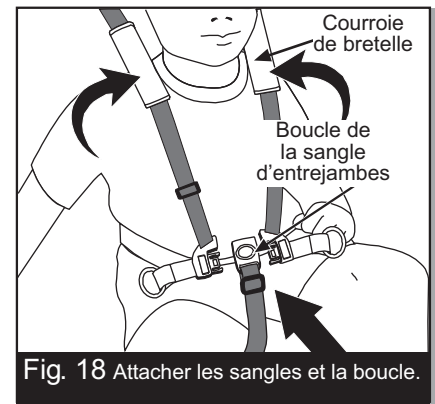

Fig. 18 Attacher les sangles et la boucle.
- b. Installer l'enfant dans le siège. Faire passer une sangle par-dessus chaque épaule. Faire passer la sangle entre les jambes (Fig. 18).